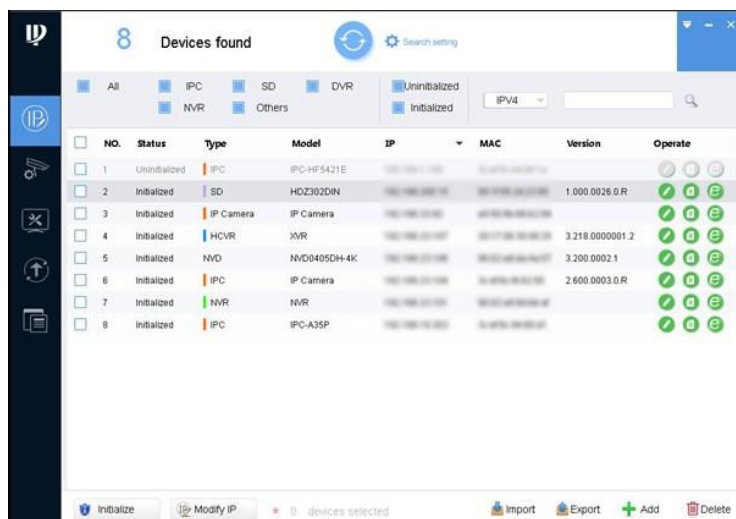

Abbildung 2-1 Änderung der IP-Schnittstelle
Die Schnittstelle „IP ändern“ wird angezeigt. Siehe Abbildung 2-1.
10. Klicken Sie auf Fertigstellen. Der Gerätestatus in der Schnittstelle „IP ändern“ (Abbildung 2-1) ändert sich in „Initialisiert“.